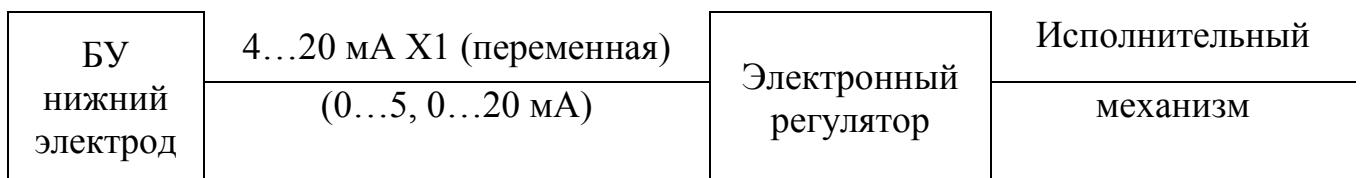

Рис. 2. Автоматическое регулирование уровня раздела фаз «нефть-вода» на базе электронного регулятора.
4.4.1 Автоматическое регулирование уровня раздела фаз «нефть-вода» обеспечивается блоком управления ИПМ НИЖНЕГО электрода, для чего аналоговый выход БУ необходимо подключить к соответствующему аналоговому входу электронного регулятора с блоком ручного управления (см. рис. 2).